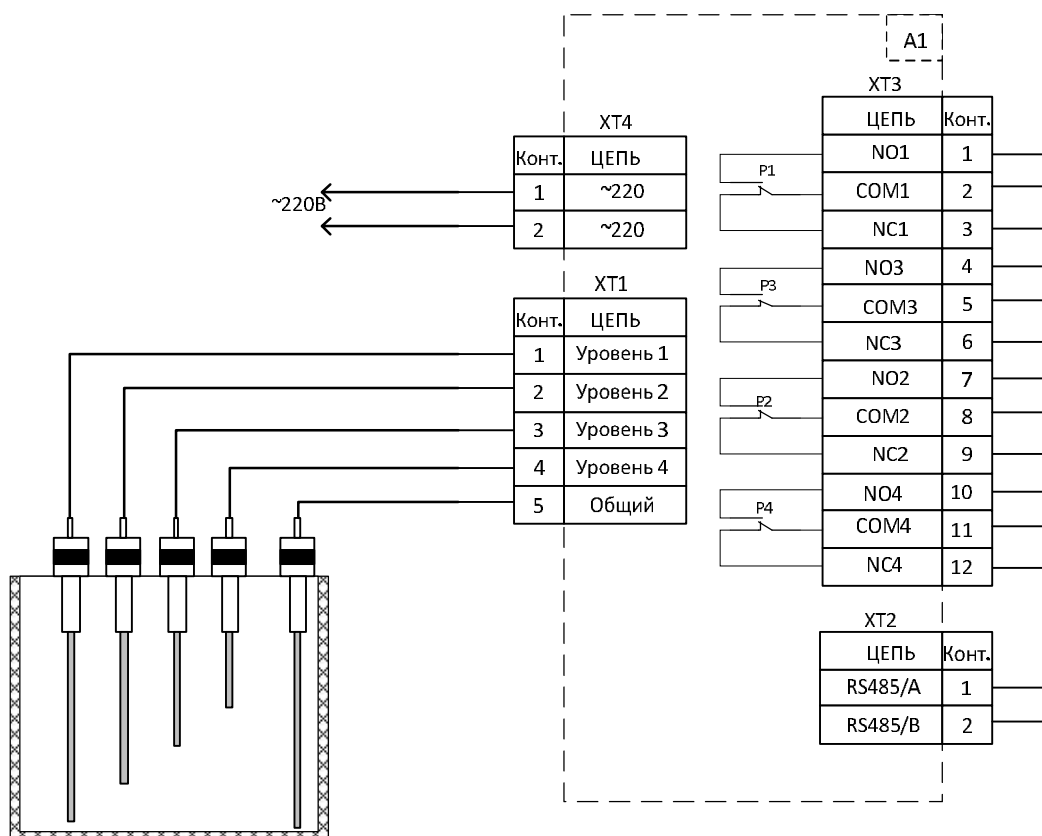

Рис.1. Сигнализатор СУР4. Схема электрическая подключения.
5.4. На рис. 1. показана типовая схема подключения.